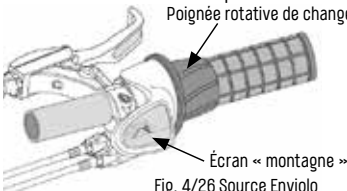

Fig. 4/26 Source Enviolo
- Rotation dans le sens horaire : L'écran montre une « montagne » („Fig. 4/ Source Enviolo“ à la page 26). Ce rapport de transmission doit être réglé au démarrage et dans les montées.